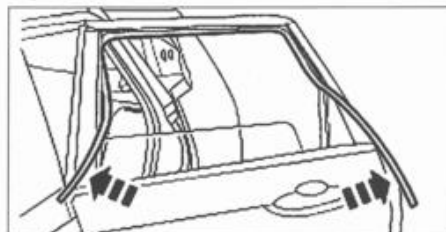

FIG. 58
- Sacar las partes inferiores de la junta de patin de puerta y dejarlas colgando hacia el exterior (fig. 58).